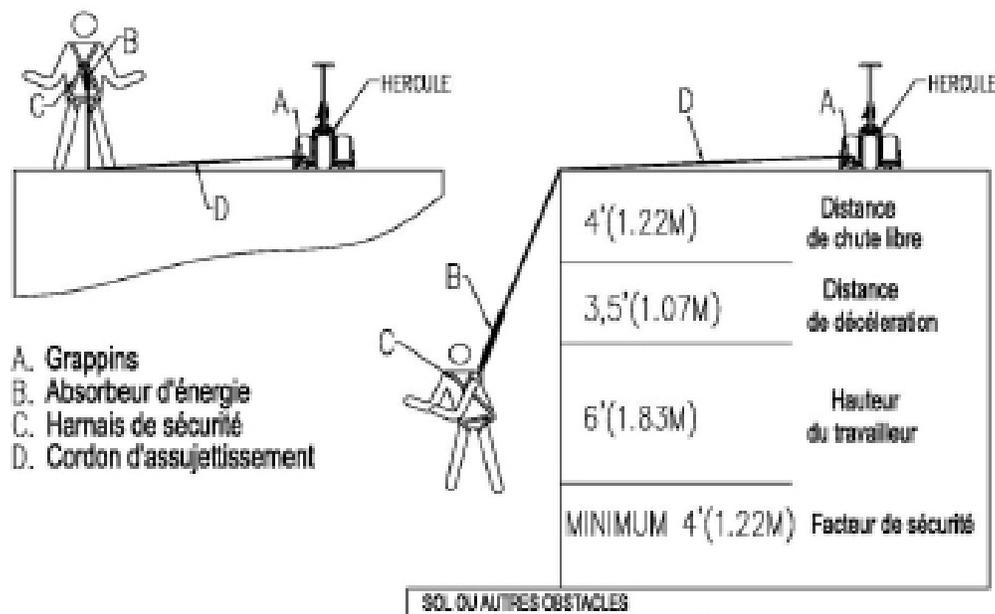

Figure 1
- 1. Calcul de la hauteur minimal pour l'utilisation en mode antichute.** Considérant la distance de chute, l'ancrage mobile Hercule ne peut être utilisé, en mode de protection contre les chutes de hauteur, que sur des bâtiments qui ont une hauteur de plus de 18 pieds. L'utilisateur doit toujours effectuer les calculs requis afin de rencontrer les exigences de hauteur minimale. (Voir figure 1)